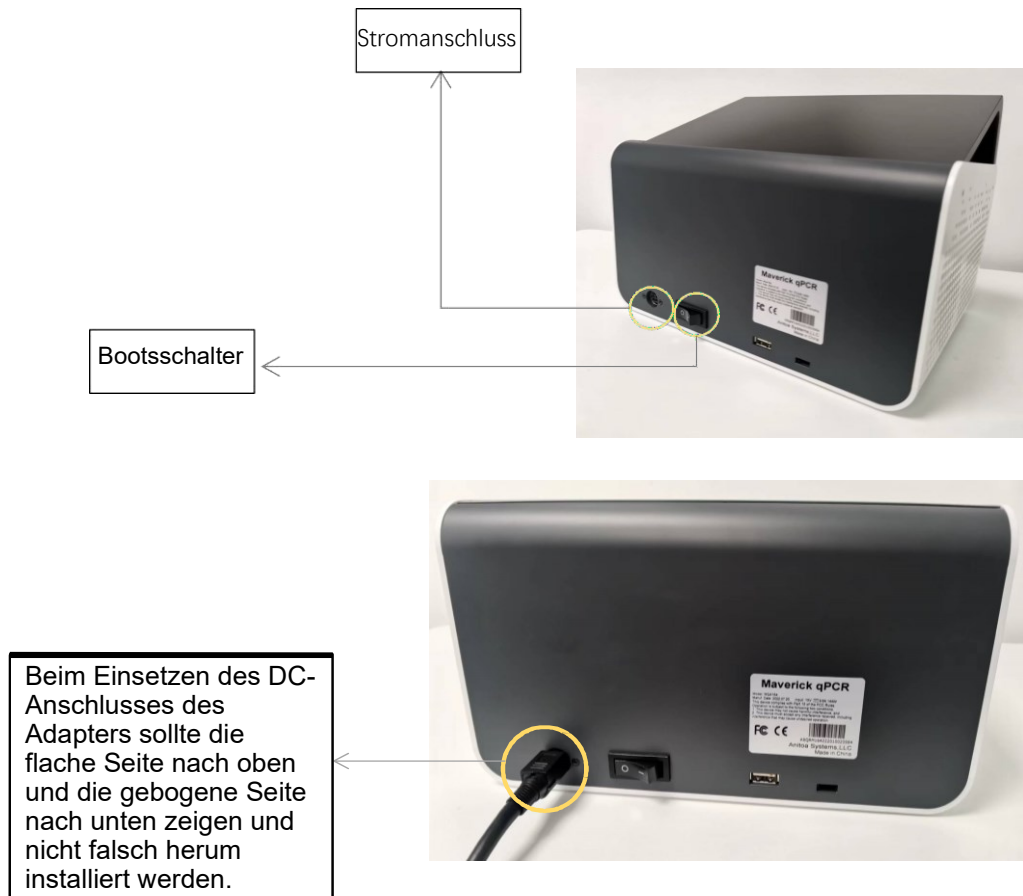

Abbildung 3-5-1 Rückseite des Instruments
- 1) Stecken Sie den DC-Stecker in den Stromanschluss des Instruments und hören Sie ein "Klick"-Geräusch, um anzuzeigen, dass er richtig eingesteckt ist, wie in Abbildung 3-5-1 gezeigt.